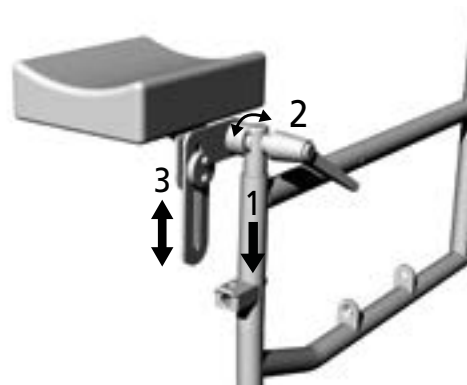

Abb.38
2. Greifen Sie die Amputationsauflage am Polster und führen Sie sie von oben in das Rahmenrohr ein (1, Abb. 38).
1. Lösen Sie den Klemmhebel entgegen dem Uhrzeigersinn (2, Abb. 38).
1. Lösen Sie die beiden Innensechskantschrauben (3, Abb. 38).